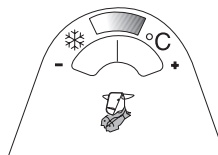

Fig. 1
- Die Innentemperatur dieses Fachs wird durch eine Temperaturanzeige angegeben, die sich an der Tür des Fachs befindet (**Abb. 1**).